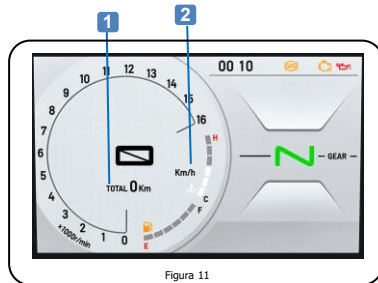

Figura 11
1. Ligue a ignição e utilize os botões "**PARA CIMA**" e "**PARA BAIXO**" para alternar entre as indicações ODÔMETRO TOTAL, TRIP A e TRIP B como mostrado no **item 1, figura 11**. Para zerar a quilometragem parcial, selecione o TRIP desejado (A ou B) e mantenha pressionado o botão "**PARA BAIXO**" por 4 segundos.
2. Para alterar a unidade de velocidade **item 2, figura 11**, pressione brevemente o botão "ENTER" para acessar o menu. Utilize os botões "**PARA CIMA**" e "**PARA BAIXO**" para selecionar "**UNIDADES**" e pressione "ENTER" para acessar as opções. Selecione o sistema MÉTRICO (km/h) ou IMPERIAL (mph) utilizando os botões de navegação e pressione "ENTER" para confirmar a seleção.